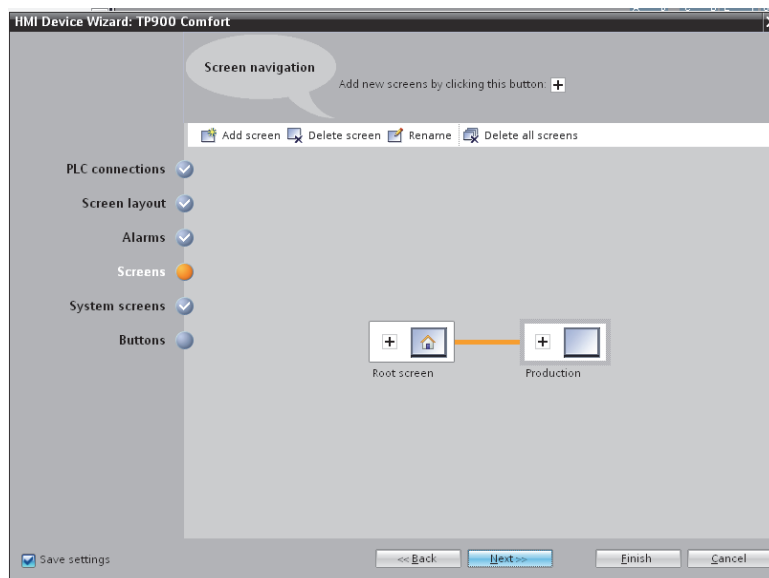

Рис. 1.31. Создание навигации экрана
– Для создания навигации экрана щелкните «Add screen», переименуйте экраны следующим образом: «Production», откройте следующее диалоговое окно нажатием «Next» (рис. 1.31);